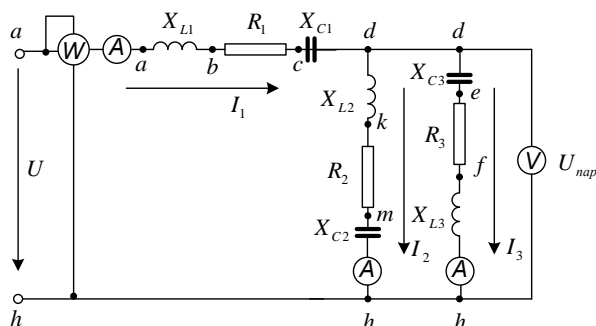

Рис. 1.1
1. По базе данных (табл.1.1) для своего варианта определить параметры электрической цепи (рис. 1.1), питающей от сети синусоидального тока с напряжением U .